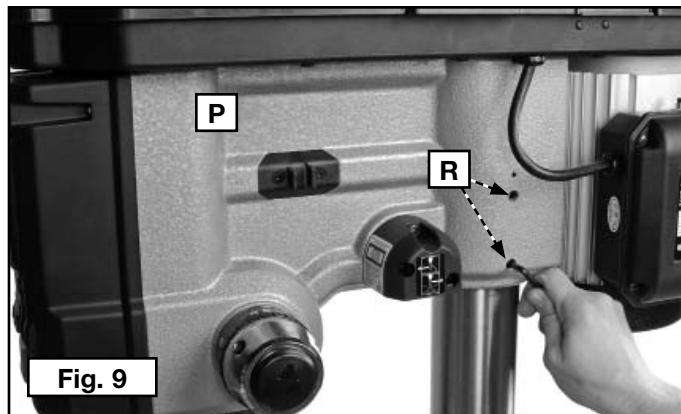
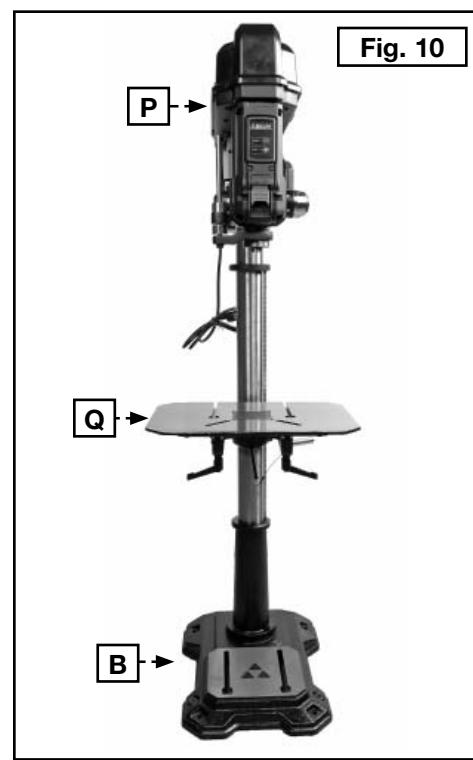

Fig. 9
Fig. 10
1. Coloque el cabezal de la prensa de taladro (P) Fig. 9 en la columna, insertándolo lo más posible.
**NOTA:** Asegúrese de que los tornillos de fijación del cabezal (R) no impidan que el cabezal de la prensa de taladro quede completamente insertado en la columna.
2. Alinee el cabezal (P) Fig. 10 con la mesa (Q) y la base (B).
3. Ajuste los dos tornillos de fijación del cabezal (R) Fig. 9 con la llave hexagonal de 5 mm incluida.